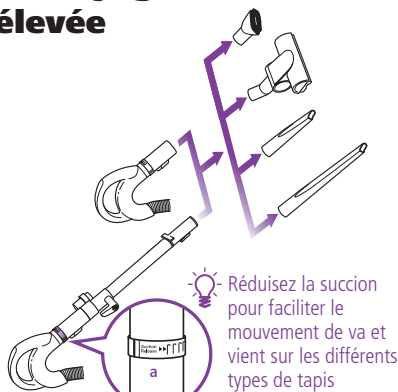

Fig. 14
- 2 Installez l'accessoire désiré à l'extrémité du tube de rallonge ou de la poignée. (Fig. 14)
- 3 **Votre aspirateur a une puissance d'aspiration immense. Ajustez le niveau d'aspiration avec la sortie d'aspiration située sur la poignée. Ouvrez la vanne (a) en tournant le collet en sens inverse des aiguilles d'une montre à 90° pour une aspiration basse lorsque vous effectuez des travaux légers, tels que draperies et surfaces délicates. Fermez la vanne (a) en tournant le collet dans le sens des aiguilles d'une montre à 90° pour une aspiration élevée et lorsque vous utilisez la brosse portable turbo. (Fig. 14)**